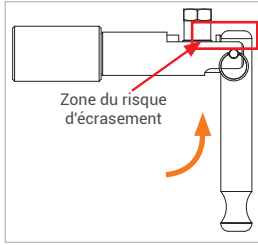

Figure 6
- ▶ Saisissez le connecteur au niveau de l'unité de base (pos. 1).
Prudence : n'approchez pas vos doigts du piston (Figure 6). Vous pouvez vous coincer ou écraser les doigts lors de l'actionnement du levier de serrage (pos. 2).
- ▶ Actionnez le levier de serrage (pos. 2) à 90° en arrière dans sa position de sortie (Figure 6).